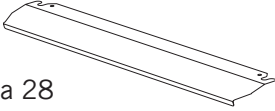

Figura 28
1. Se ha diseñado una protección térmica (Figura 28) para proteger el panel de control y perillas cuando el horno esté en modo Parrilla.